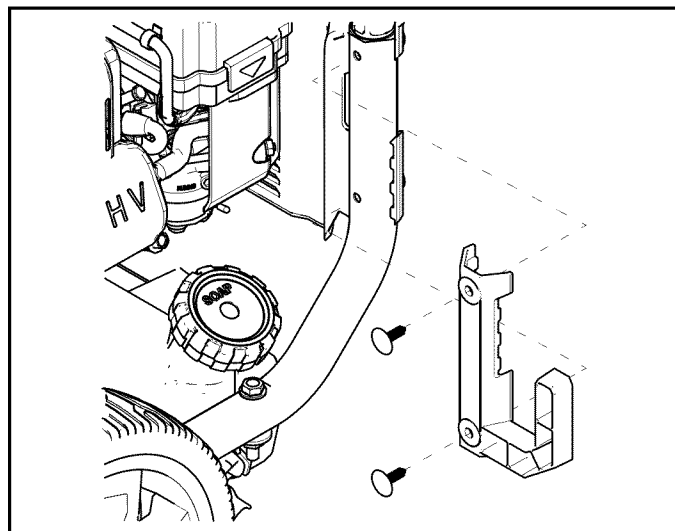

Figure 4-2. Attacher le crochet de la lance à l'appareil
2. Installez le crochet de la lance au châssis de l'appareil à l'aide des (2) pincas à coulisses fournies. Alignez les trous et insérez les pincas à coulisse dans les trous jusqu'à ce qu'elles soient au même niveau que le crochet du pistolet (Figure 4-2).